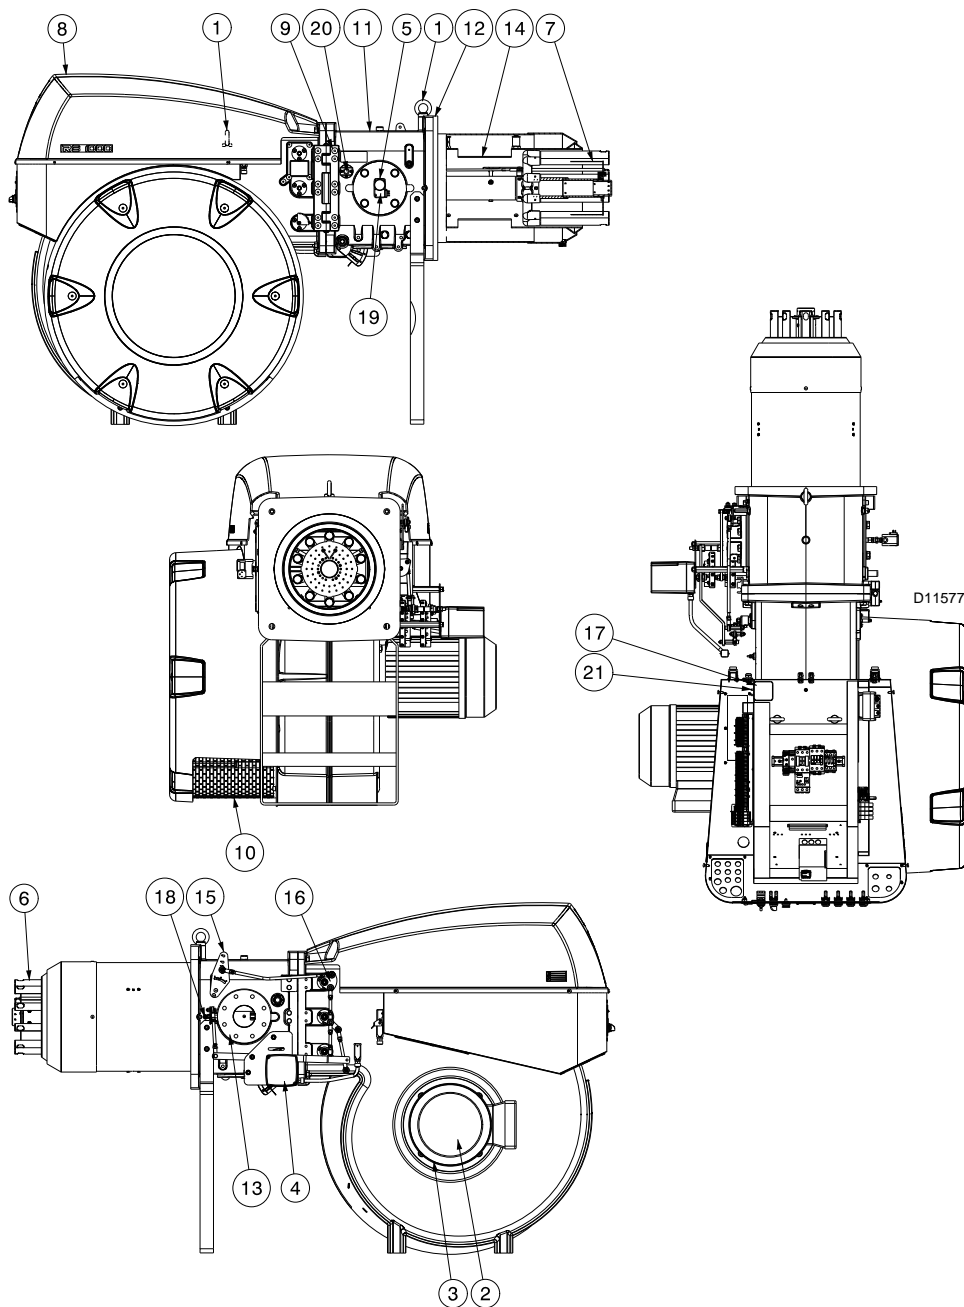

图 5
(1) 参考条件：环境温度 20°C - 燃气温度 15°C - 大气压力 1013 mbar - 海拔 0 m a.s.l.
(2) 测压点 5) (图 5) 处压力为炉膛内压力为零且燃烧器处于最大出力状态时的压力。
(3) 噪音排放符合 EN 15036-1 标准，测量误差 $\delta = \pm 1.5$ dB, 噪声值于制造商实验室内的测试锅炉上测得，且燃烧器处于最大额定出力状态。
该燃烧器只可以在右侧打开，天然气只可以从左侧进入（参见图 5）。